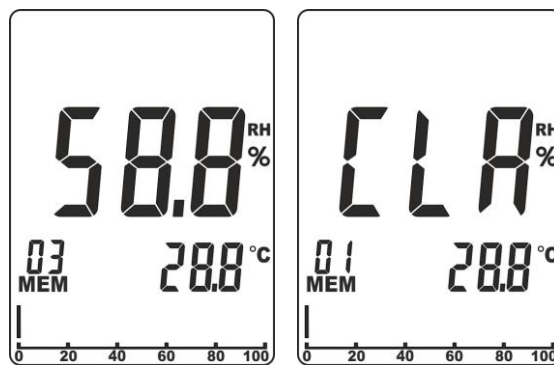

Fig. 4: Apagar a memória interna
1. Premir simultaneamente os botões ◀ e ▶. A indicação do espaço de memória atual (ver Fig. 4 – parte esquerda) fica intermitente no display.
2. Premir simultaneamente os botões ◀ e MEM/ALM durante pelo menos 3s. A mensagem “CLR” aparece no display e automaticamente o espaço de memória passa para o valor “01” (ver Fig. 4 – parte direita)